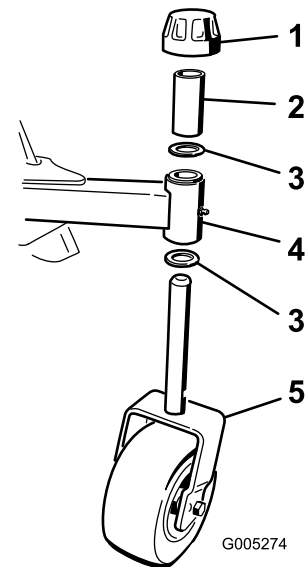

Figura 3
1. Retire a tampa de fixação do eixo do fuso da roda giratória (Figura 3). Deslize o espaçador e a anilha de encosto para fora do eixo do fuso. Deixe uma anilha de encosto no eixo.
eixo do fuso e instale a tampa de fixação para prender o conjunto (Figura 3).